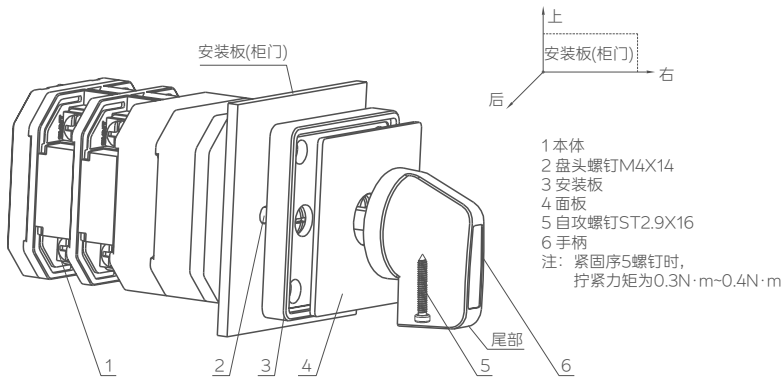

图 5 定位型、自复型、定位自复型开关安装示意图
7.2.1 定位型、自复型、定位自复型开关安装方法（见图 5）